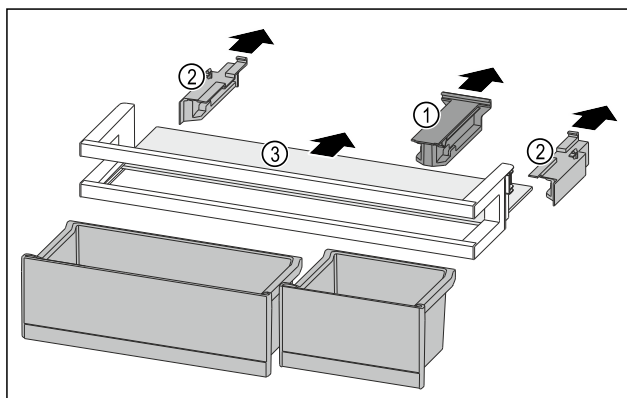

Fig. 125
- ▶ Снимите крепление Fig. 125 (1).
- ▶ Снимите боковые части Fig. 125 (2).
- ▶ Извлеките съемную полку Fig. 125 (3).